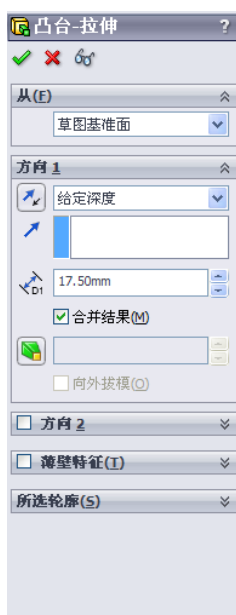
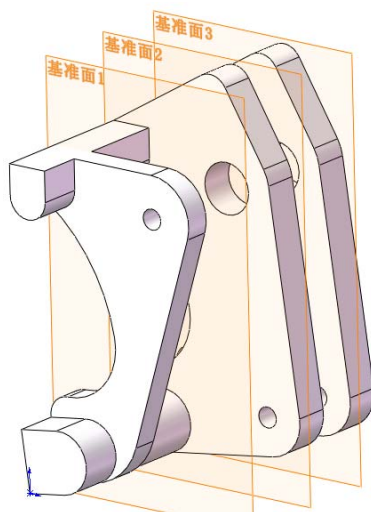

图 13-241 “凸台-拉伸”属性管理器
图 13-242 拉伸实体 4
(12) 拉伸实体 4。选择菜单栏中的“插入”→“凸台/基体”→“拉伸”命令，或者单击“特征”工具栏中的（拉伸凸台/基体）按钮，此时系统弹出如图 13-241 所示的“凸台-拉伸”属性管理器。设置拉伸终止条件为“给定深度”，输入拉伸距离为“17.5 mm”，然后单击（确定）按钮，结果如图 13-242 所示。